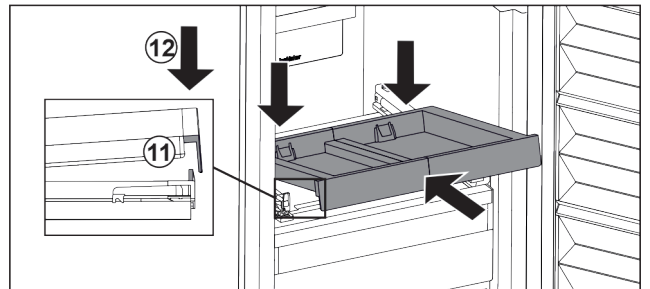

Fig. 22
- ▶ Introducir en posición inclinada. Asegurarse de que a ambos lados, el tope quede detrás de la lengüeta. Fig. 22 (11)
- ▶ Depositar el estante extraíble por delante. Fig. 22 (12)